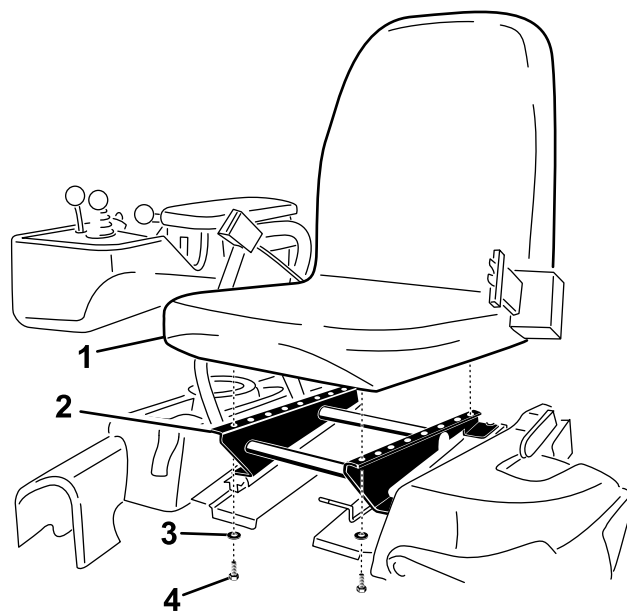

図 4
3. 先ほど外したボルト4本とワッシャを使って運転席をシートベースに取り付ける 図 4。